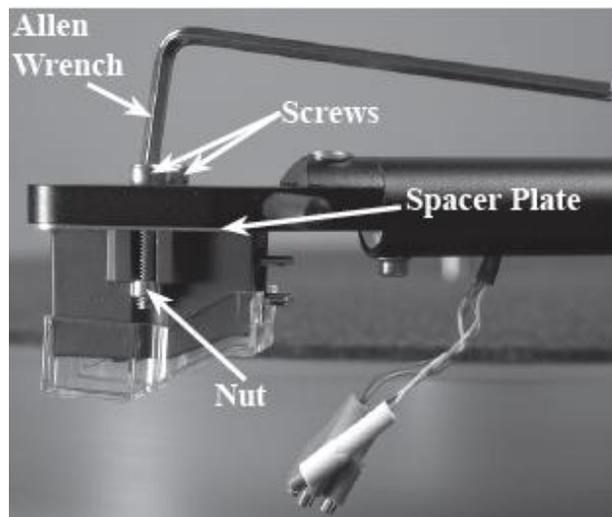

Рисунок 24
4. Установите картридж параллельно передней части и бокам звукоснимателя и закрепите с помощью прилагаемых винтов. Смотрите рисунок 24.